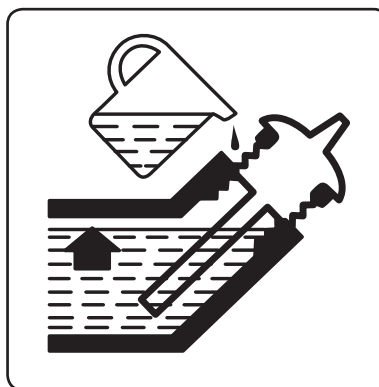

Рис. 10
- ➔ Електрогенератор комплектується без оливи, перед першим введенням в експлуатацію необхідно заповнити бак оливою так, щоб щуп на оливній пробці після вкручення був повністю занурений в оливу, див. рис. 10. Перевірте рівень оливи на щупі, викрутивши його з бака.